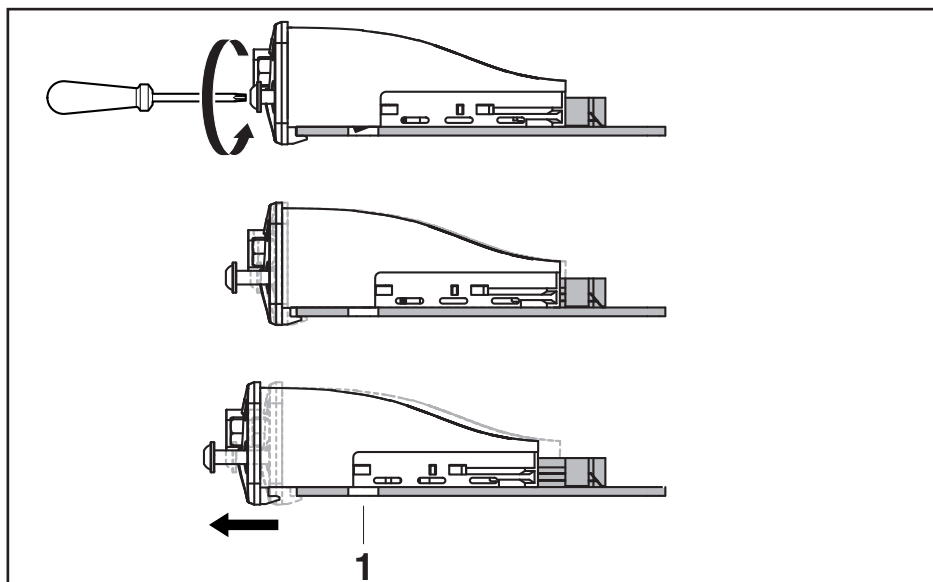

Fig. 4: Allentare il bloccaggio
2. Svitare le viti torx frontali. Solo dopo aver eliminato completamente il bloccaggio (ved. Fig. 4) il modulo interfaccia IMenip può essere estratto.